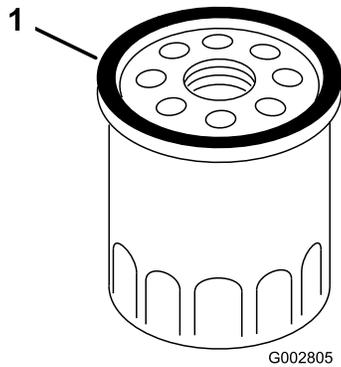

Figura 23
4. Use un dedo para aceitar la junta del cartucho del filtro nuevo (Figura 23).